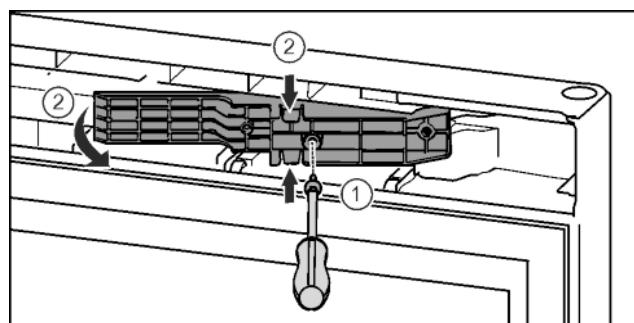

Fig. 15\*
- Отпустить винты отверткой T15.\* Fig. 15 (1)
- Извлечь деталь адаптера.\* Fig. 15 (2)